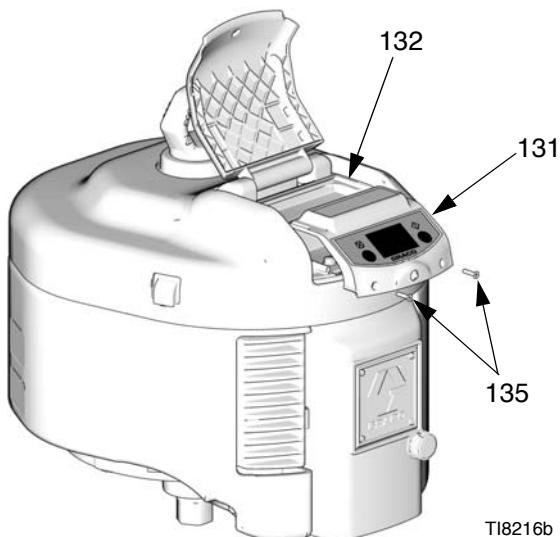

Рис. 4. Снятие модуля DataTrak
1. Раскрутите и извлеките два винта (135). Осторожно снимите модуль DataTrak (131) с корпуса (132). См. Рис. 4.